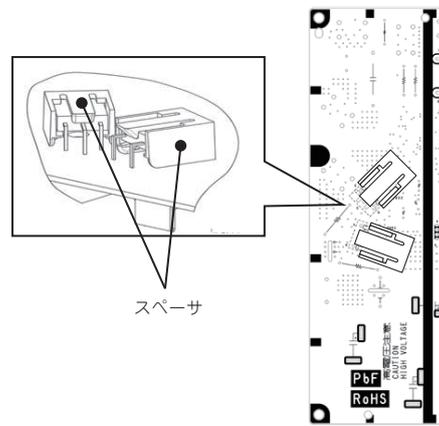

図5. インバータ基板裏側 (半田面側)
- 5) 新しい基板のダイオード（D801）、トランジスタ（Q802）に装着されているスペーサ（図5参照）を取外してください。